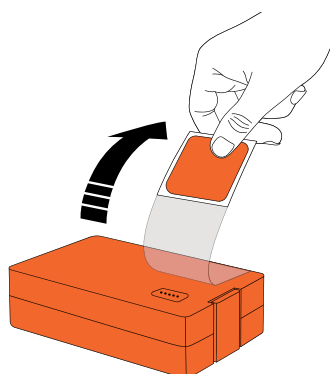

Figura 5. Rimozione dell'adesivo di protezione della batteria
Nota: Per le batterie nuove, rimuovere l'adesivo di protezione prima di inserire la batteria come mostrato nella Figura 5.
1. Fissare l'elettrodo adesivo al centro del torace del paziente come mostrato nella Figura 5.